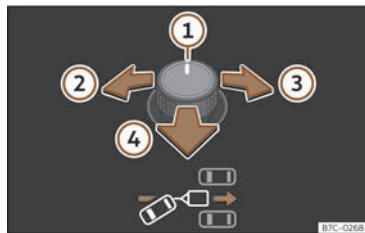
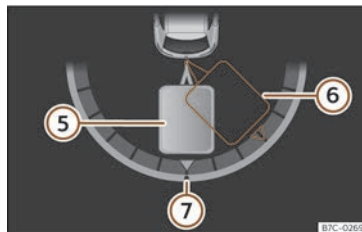

Fig. 162 Buton rotativ oglindă exterioară: reglarea unghiului remorcii.
Fig. 163 Afișajul din panoul de bord: cuplarea în marșarier.
Legenda pentru >>> **fig. 162**, >>> **fig. 163**:
- Înclinați butonul rotativ până la atingerea direcției dorite >>> **fig. 162**. O reprezentare a ansamblului format din vehiculul tractor și remorcă este afișată pe ecranul panoului de bord în scopul ghidării >>> **fig. 163**.